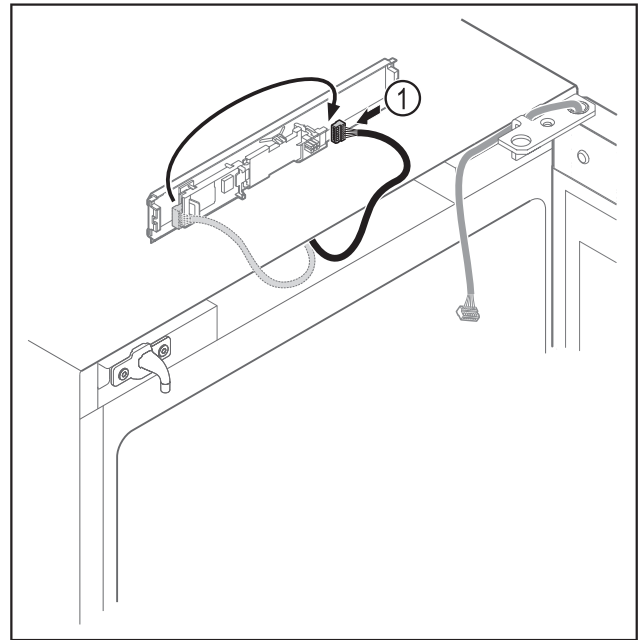

Fig. 11
- Stecker Fig. 11 (1) auf Platine umstecken.